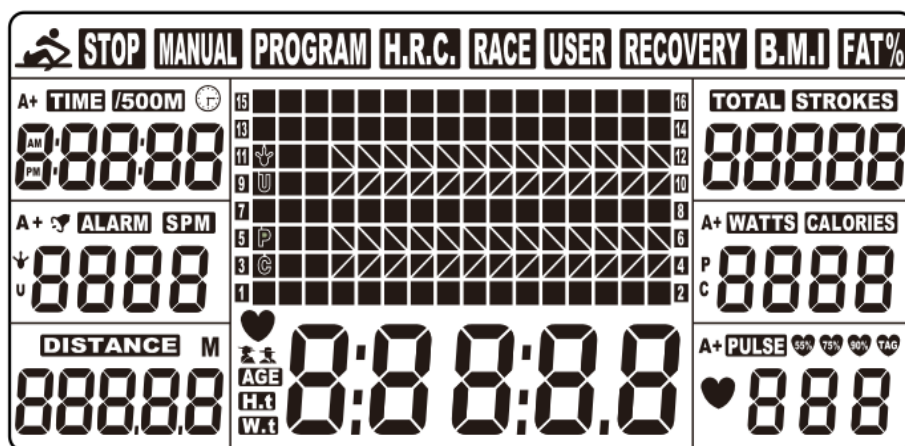
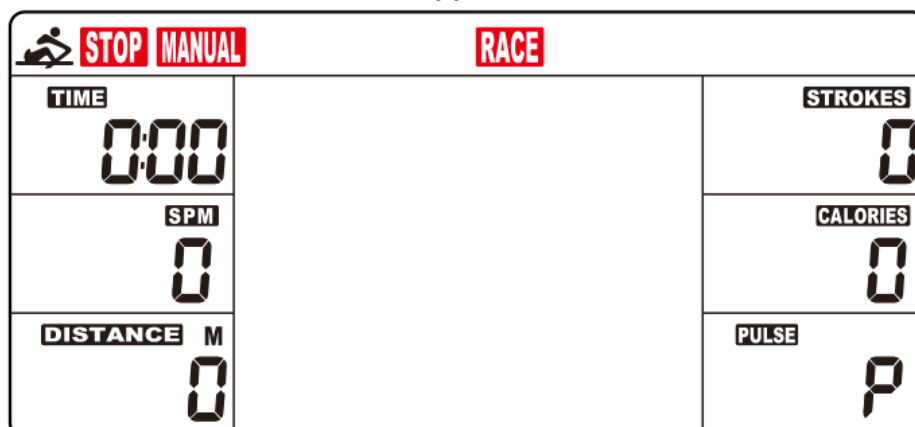

Abb. 1
Abb. 2
- 2 AA Batterien (enthalten) einlegen. Das Messgerät piept daraufhin für 2 Sekunden (Abb. 1). Auf dem Messgerät erscheint SPORT (Abb. 2).